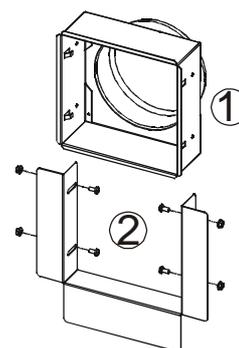

Abbildung 2– Einbau des Bausatzes
4. an der Innenseite der Wand, auf der Höhe Auslassstruktur (1), mit den vier mitgelieferten Schrauben und Muttern den Befestigungsbügel (2) anbringen (Abb. 2)